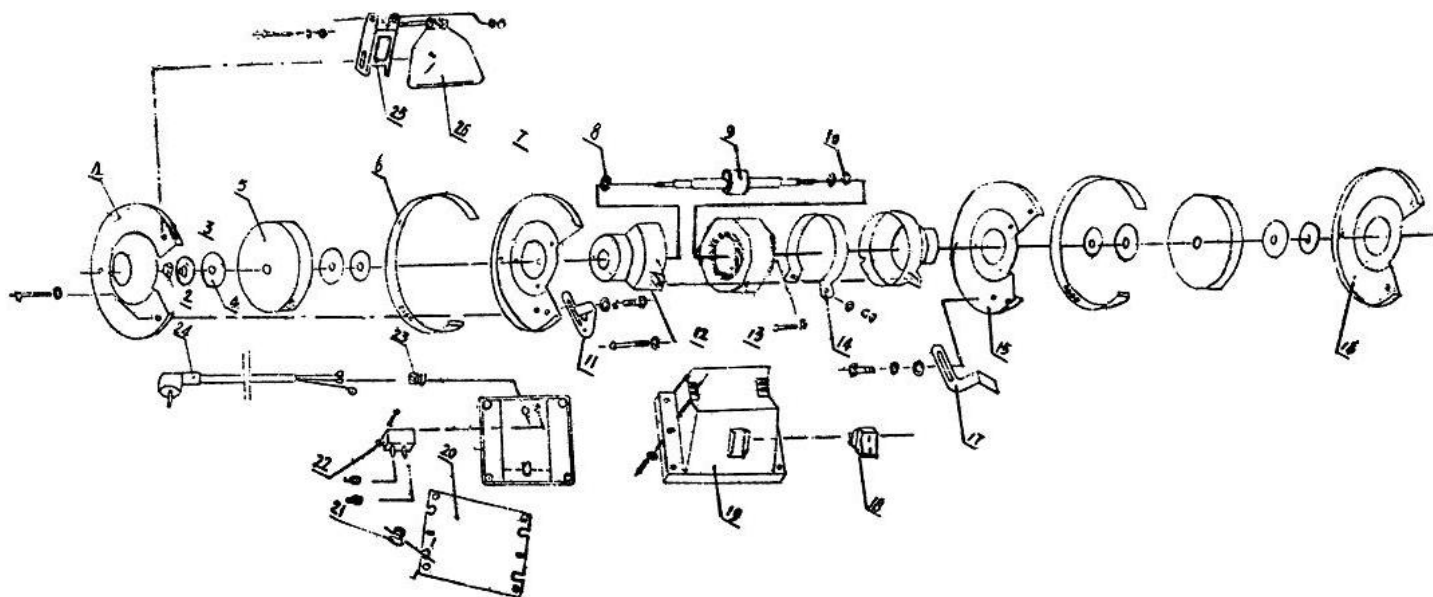

Figure 2
2. Démonter le pare-étincelles (25 fig.2) et le support d'outils (11 ou 17 fig.2).
3. Démonter le carter extérieur de meule (1 ou 16 fig.2) en dévissant les vis.
5. Dévisser l'écrou de meule (2 fig.2) avec une clé plate.
7. Démonter le flasque extérieur de meule (3 fig.2).
8. Remplacer la meule (5 fig.2) usagée par une meule neuve (s'assurer de la propreté des flasques et de l'arbre de montage avant de remonter une meule).